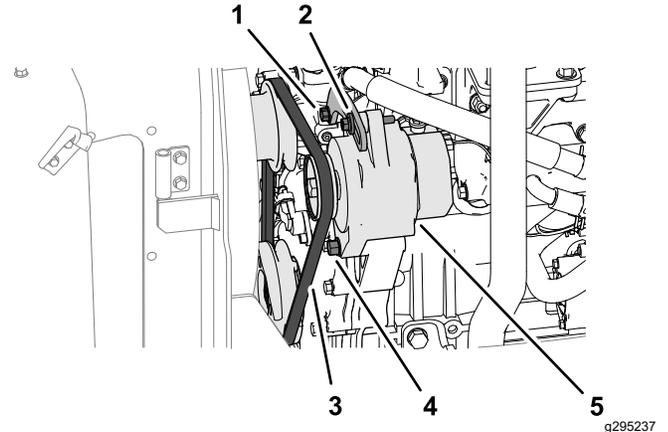

図 69
1. プーリーの間にあるオルタネーターベルト (**図 69**) に 10 kgf の力を加える。
- ベルトのたわみが 10 mm 未満の場合は、オルタネーターのピボットボルトとテンションボルト (**図 69**) を緩め、ベルトの張力を弱くする。
- ベルトのたわみが 10 mm 以上の場合は、オルタネーターのピボットボルトとテンションボルト (**図 69**) を緩め、ベルトの張力を強くする。
注 必要に応じて、テンションブラケットのボルトを緩める **図 69**。
3. ボルトを締める (**図 69**)。